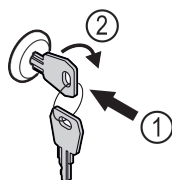

Fig. 160
- ▶ Zatlačte kľúč Fig. 160 (1).
- ▶ Otočte kľúč o 90° v smere hodinových ručičiek Fig. 160 (2).